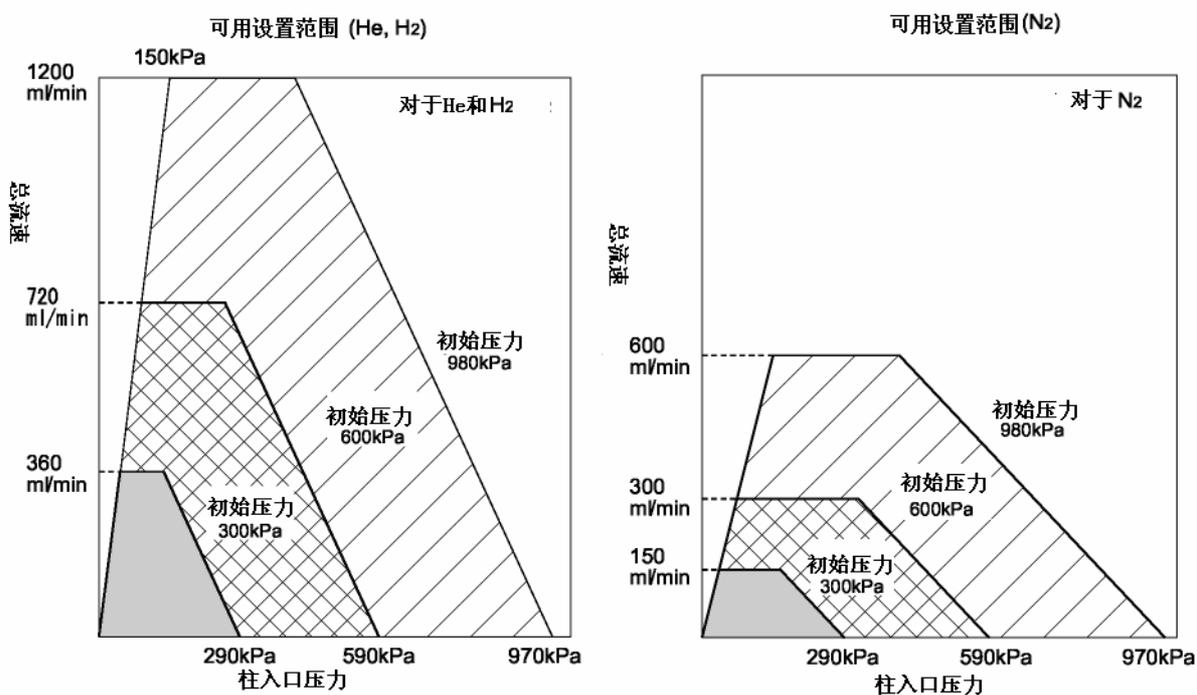

图.12.2.5 AFC可用设置范围
- 注意 1. 设置柱入口压力和总流速使其在如图.12.2.5所示的范围之内.
范围: 0.0-970.0 kPa (参看 图.12.2.5.), 默认: 100 kPa